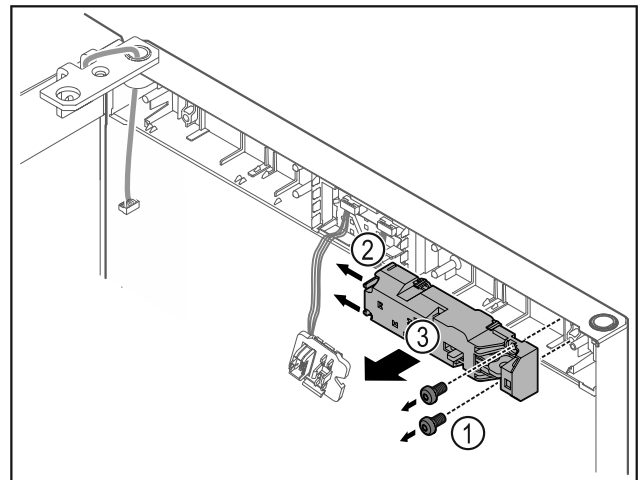

Fig. 15
- Schrauben Fig. 15 (1) entfernen.
- Rastnasen Fig. 15 (2) zur Seite drücken und Fernschloss Fig. 15 (3) abnehmen.